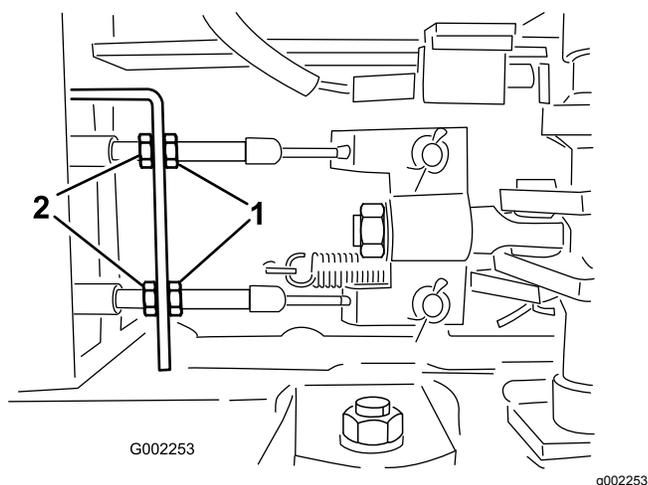

Figura 92
5. Desaperte as porcas de retenção dianteiras nos cabos dos travões por baixo da parte dianteira do pulverizador (Figura 92).
6. Aperte as porcas de retenção traseiras de forma idêntica até o pedal dos travões se deslocar entre 1 a 2,5 cm antes de se verificar qualquer resistência (Figura 92).